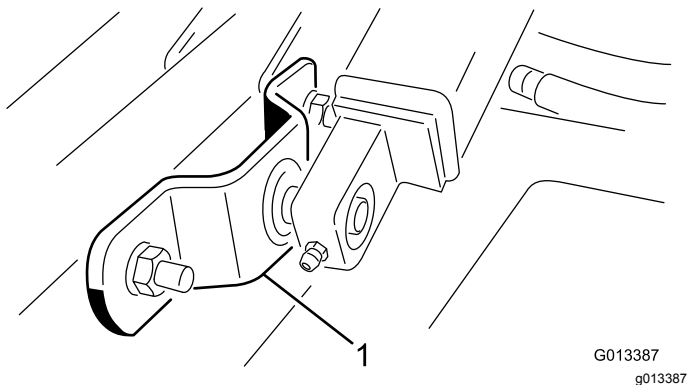

Figura 8
12. Retire los pernos, las arandelas y las contratuercas que sujetan los soportes de los brazos de elevación a los tubos de los brazos de las ruedas giratorias (Figura 8).